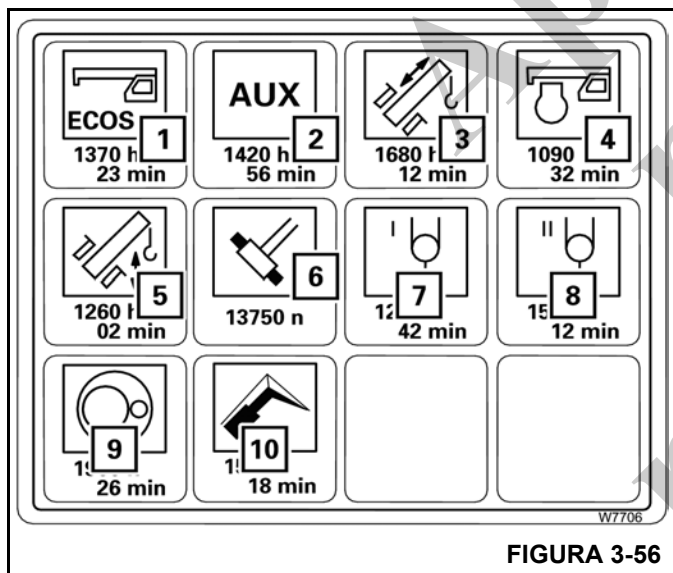

FIGURA 3-56
NOTA: O valor abaixo do símbolo de Travamento da seção telescópica (6) (Figura 3-56) indica a frequência com que o ciclo foi operado, por exemplo, 13.750 vezes.